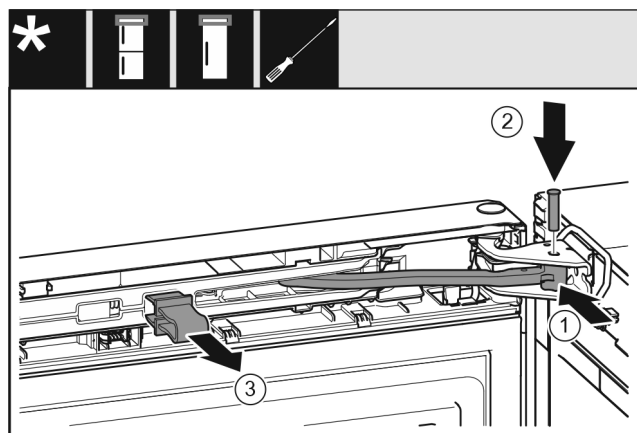

Fig. 30
- Ruotare il giunto Fig. 30 (1) nel blocco di supporto.
- Inserire il perno Fig. 30 (2) nel blocco di supporto e nel giunto. Assicurarsi che la camma di arresto sia posizionata correttamente nella scanalatura.
- Rimuovere il fusibile Fig. 30 (3).